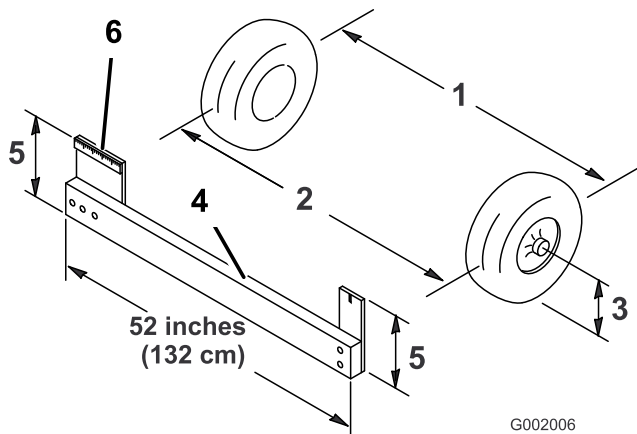

Bild 33
4. Messen Sie den Abstand zwischen beiden Vorderreifen auf Achshöhe (an der Vorder- und Rückseite der Vorderreifen) (Bild 33).
Hinweis: Eine Messlehre ist für das hintere Maß der Vorderreifen auf Achshöhe erforderlich. Benutzen Sie das gleiche Maß für das genaue Vermessen der Vorderseite der Vorderreifen auf Achshöhe (Bild 33).